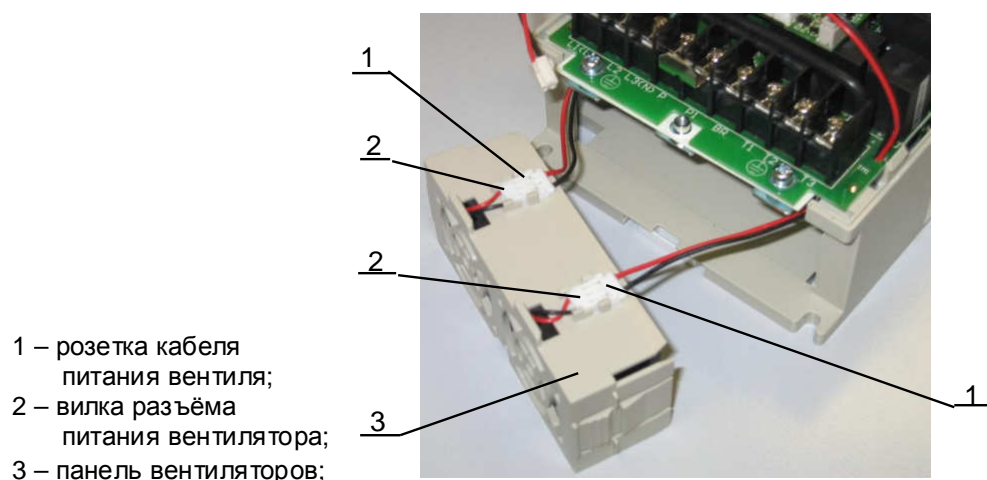

Рис.7.15
7.7.1. Присоединить розетку каждого кабеля питания вентилятора к вилке каждого разъёма питания на панели вентиляторов (рис. 7.15).